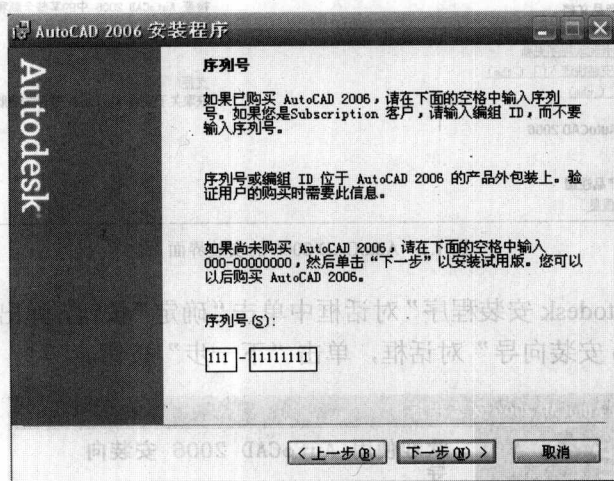

图 1.4 “序列号”对话框
④ 在图 1.4 所示的“序列号”对话框中，输入产品包装上的序列号或编组 ID（如果同时具有编组 ID 和序列号，请输入编组 ID），单击“下一步”按钮。